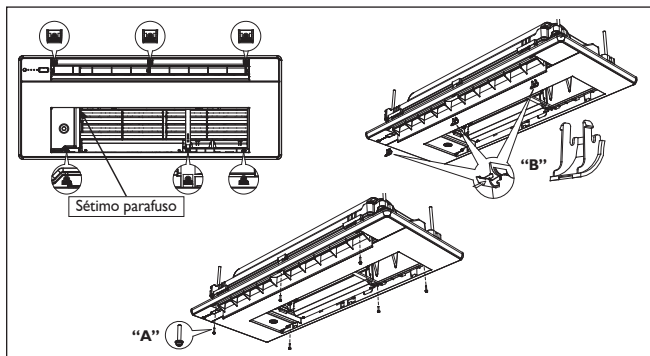

FIG. 47
4. Instale os 6 (40KVAQB12) ou 7 (40KVAQB18) parafusos da grelha ("A" - Fig. 47) com suas respectivas tampas ("B" - Fig. 47)